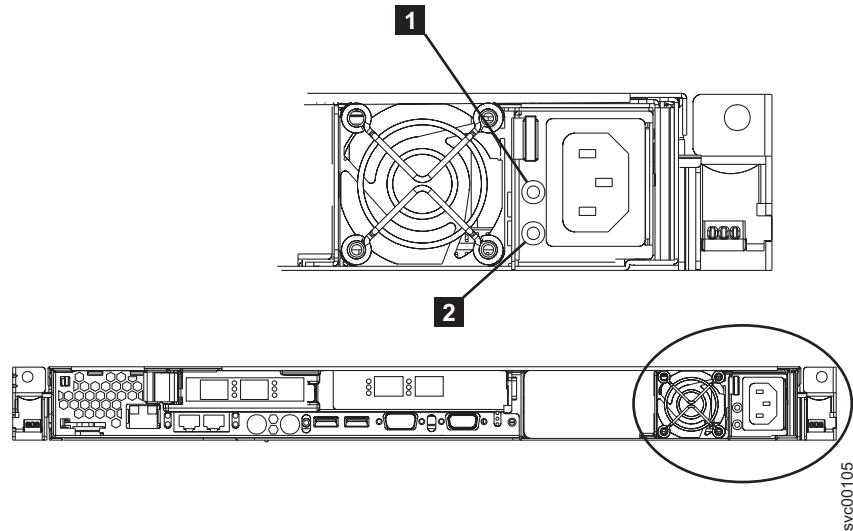

図 165. SAN ボリューム・コントローラー 2145-8F2 または SAN ボリューム・コントローラー 2145-8F4 の AC 電源 LED と DC 電源 LED
5. 電源機構上の電源機構ファンが始動し、AC 電源 LED **1** および DC 電源 LED **2** が点灯し (205 ページの図 165 を参照)、電源機構が正しく作動していることを示していることを確認してください。